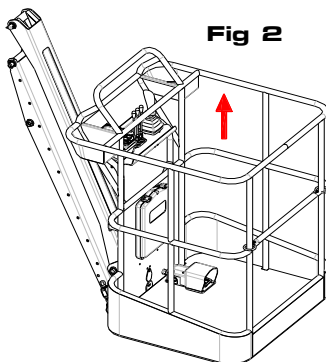

Fig 2
- de korf verticaal oplichten (Fig.2).